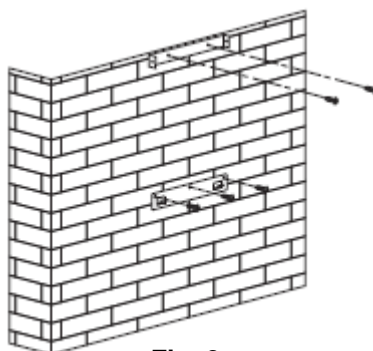

Fig. 2
3. Une fois la hauteur d'installation déterminée, installez le crochet à un endroit approprié et le maintenir dans l'axe. Le support de cheminée intérieure doit être placé au niveau le plus haut de la cheminée. Voir Fig. 2.